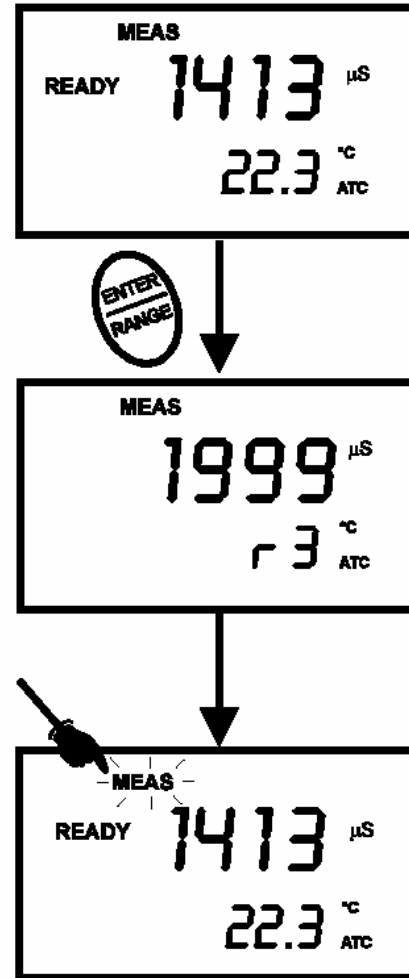

Figure 22 – Sélection manuelle de la gamme
1. Pour sélectionner manuellement la gamme de mesure désirée, appuyer sur la touche **RANGE** (gamme) lorsque l'appareil est en mode de mesure. La première gamme apparaît à l'écran et l'indicateur MEAS (mesure) clignote. Voir figure 22.